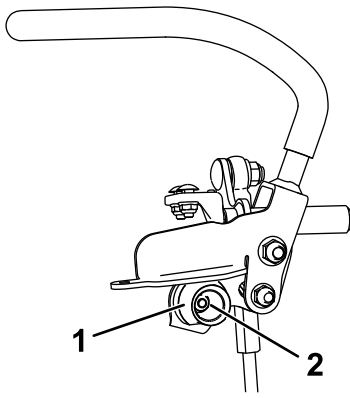

Figura 42
6. Afloje la tuerca que sujeta la leva (Figura 42).